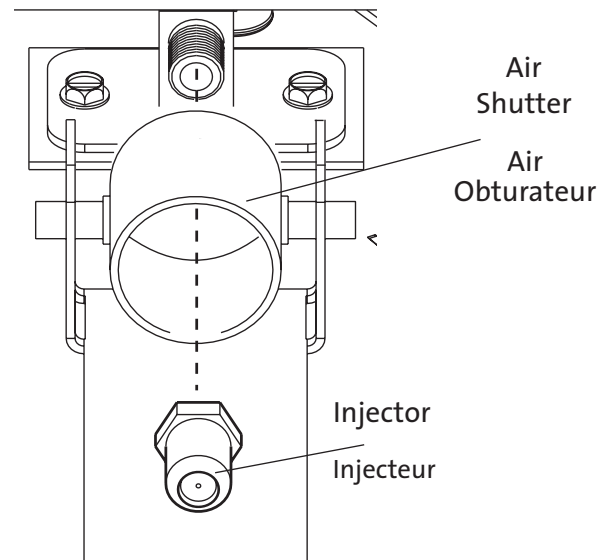

Figure 2. Install new injector. / Installez un nouvel injecteur.
5. Use the wrench to remove the original orifice and replace it with the one provided in this kit. See fig 2.
5. Utilisez la clé pour retirer l'orifice d'origine et remplacez-le par celui fourni dans ce kit. Voir fig. 2.